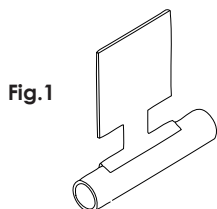

Fig.1
- Per il fissaggio dei termostati, scatole di alimentazione, ecc, è consigliabile utilizzare delle piastre di sostegno fornibili a richiesta e che sono fissate alla tubazione con opportune fascette metalliche in AISI 316L a spigoli arrotondati. (vedere figure 1 - 2)